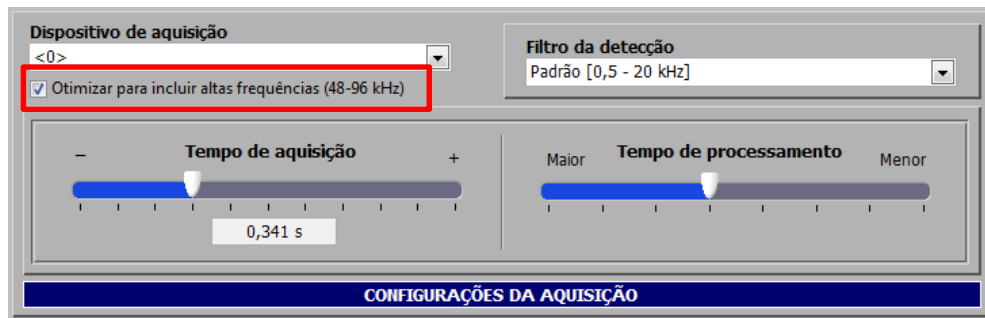

Figura 7 - Habilitando a opção para aumentar a faixa de frequências detectáveis.
Dependendo do tipo de amostra a ser caracterizada, é necessário habilitar a opção: “Otimizar para incluir altas frequências (48-96 kHz)” (Figura 7). Isso ocorrerá caso a amostra seja de pequenas dimensões (da ordem de milímetros) e seja muito rígida. Esta opção aumenta a faixa de frequências detectáveis pelo equipamento, porém recomenda-se habilitá-la somente quando a frequência de ressonância requerida seja maior que 48 kHz, caso não seja necessário, deixe esta opção desabilitada.
* Devido ao algoritmo utilizado pelo software para realização do processamento do sinal, o tempo de aquisição será dividido pela metade caso a opção “Otimizar para incluir altas frequências (48-96 kHz)” (Figura 7) esteja habilitado. O valor é automaticamente atualizado no display.